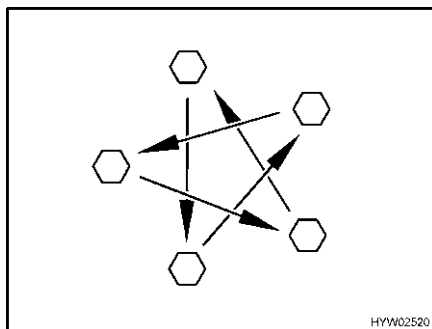

Fig. 163 Serrare a croce i dadi o i bulloni delle ruote
- Controllare regolarmente il serraggio dei dadi o dei bulloni. Regolare a croce (Fig. 163) il serraggio dei dadi o dei bulloni di una ruota sostituita dopo circa 50 km.
- ▷ Serrare a croce i dadi o i bulloni delle ruote (Fig. 163).